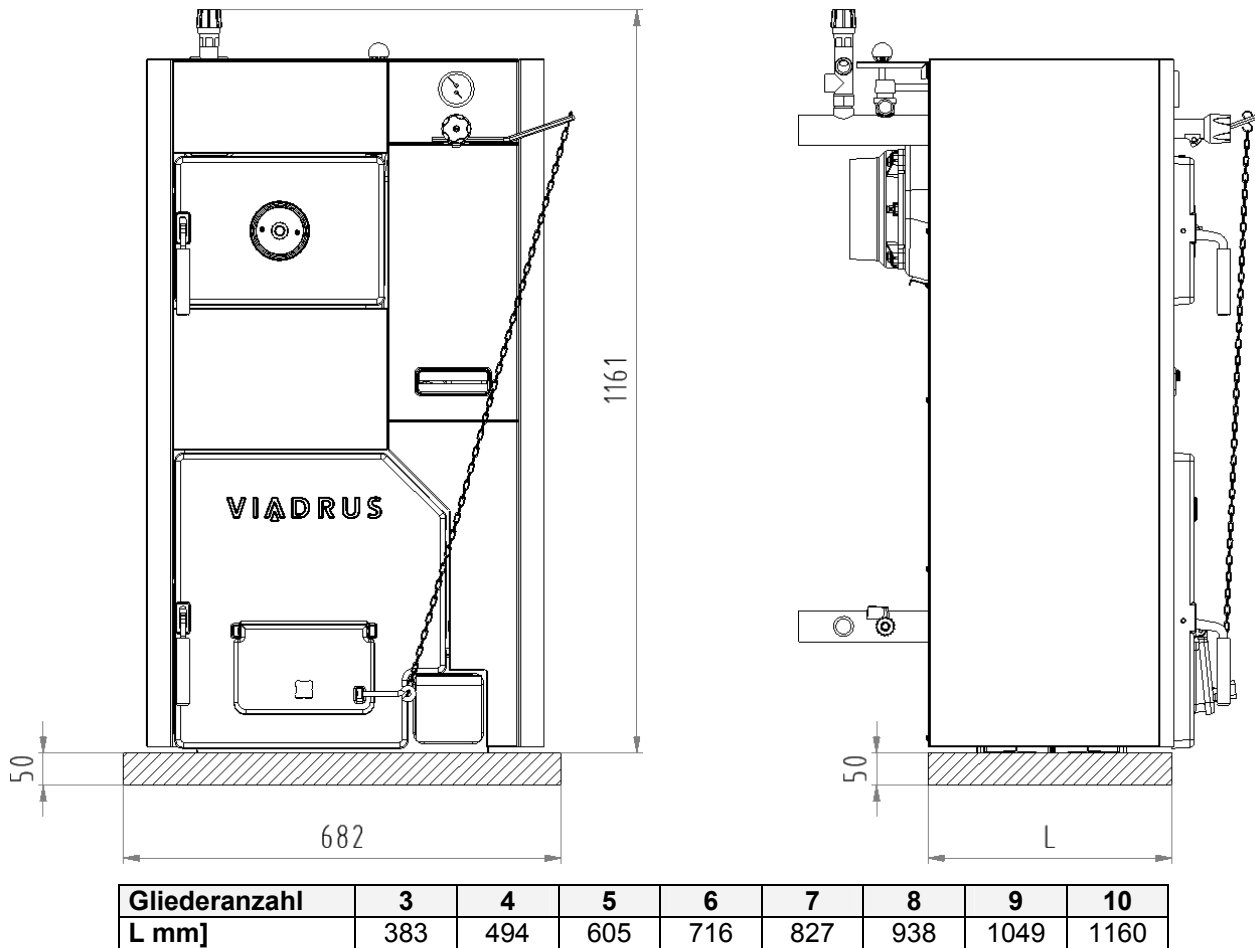

Abb. Nr. 5 Sockelabmessungen
1. Plazierung auf einem Fußboden aus feuerfestem Material (Abb. Nr. 5)